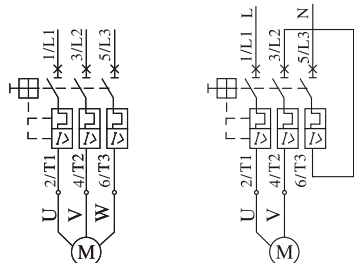

图6 起动器工作原理图
8.3.3 对于保护不同功能的电动机，其接线方法亦有所不同，其工作原理见图6；单相或直流电动机应用接线图见图7。